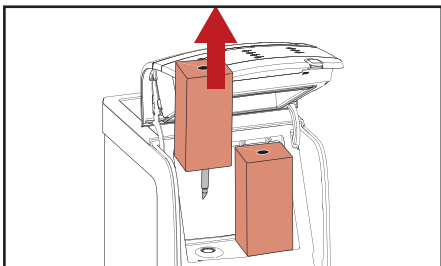

Fig. 5.6 - Verwijder pakken
3. Verwijder de product pakken (fig. 5.6).